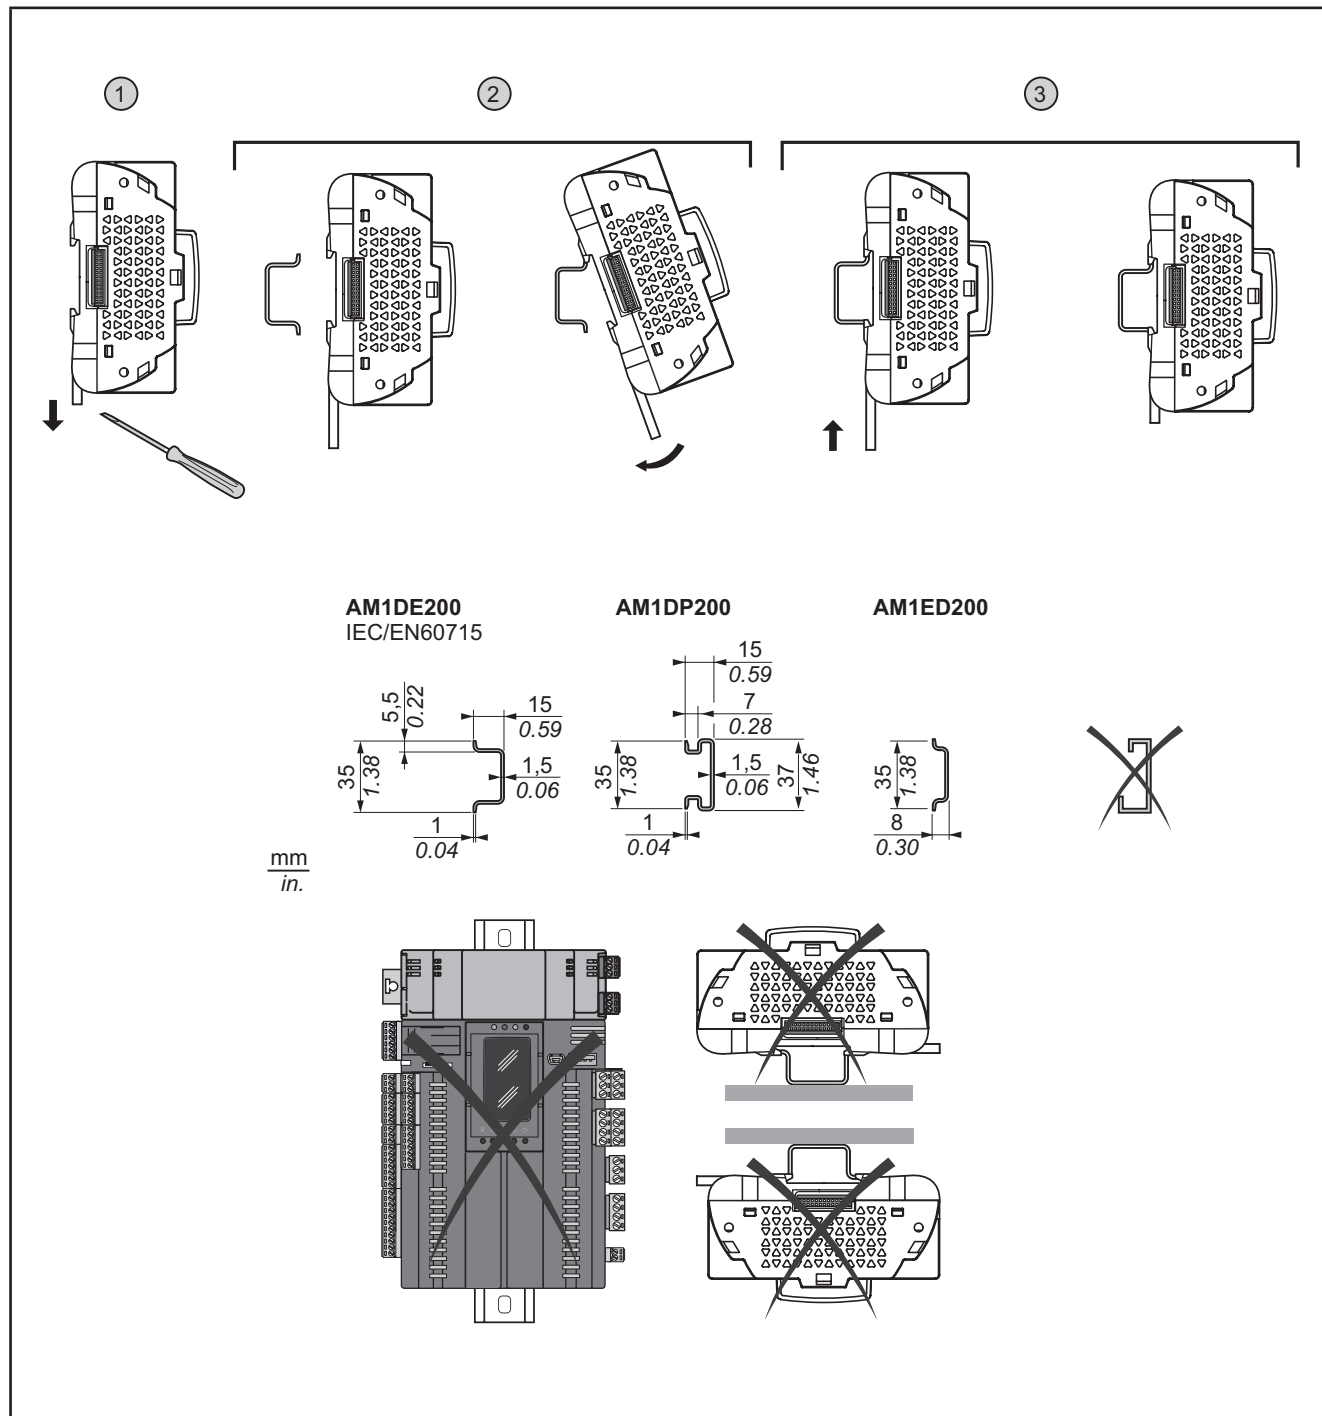
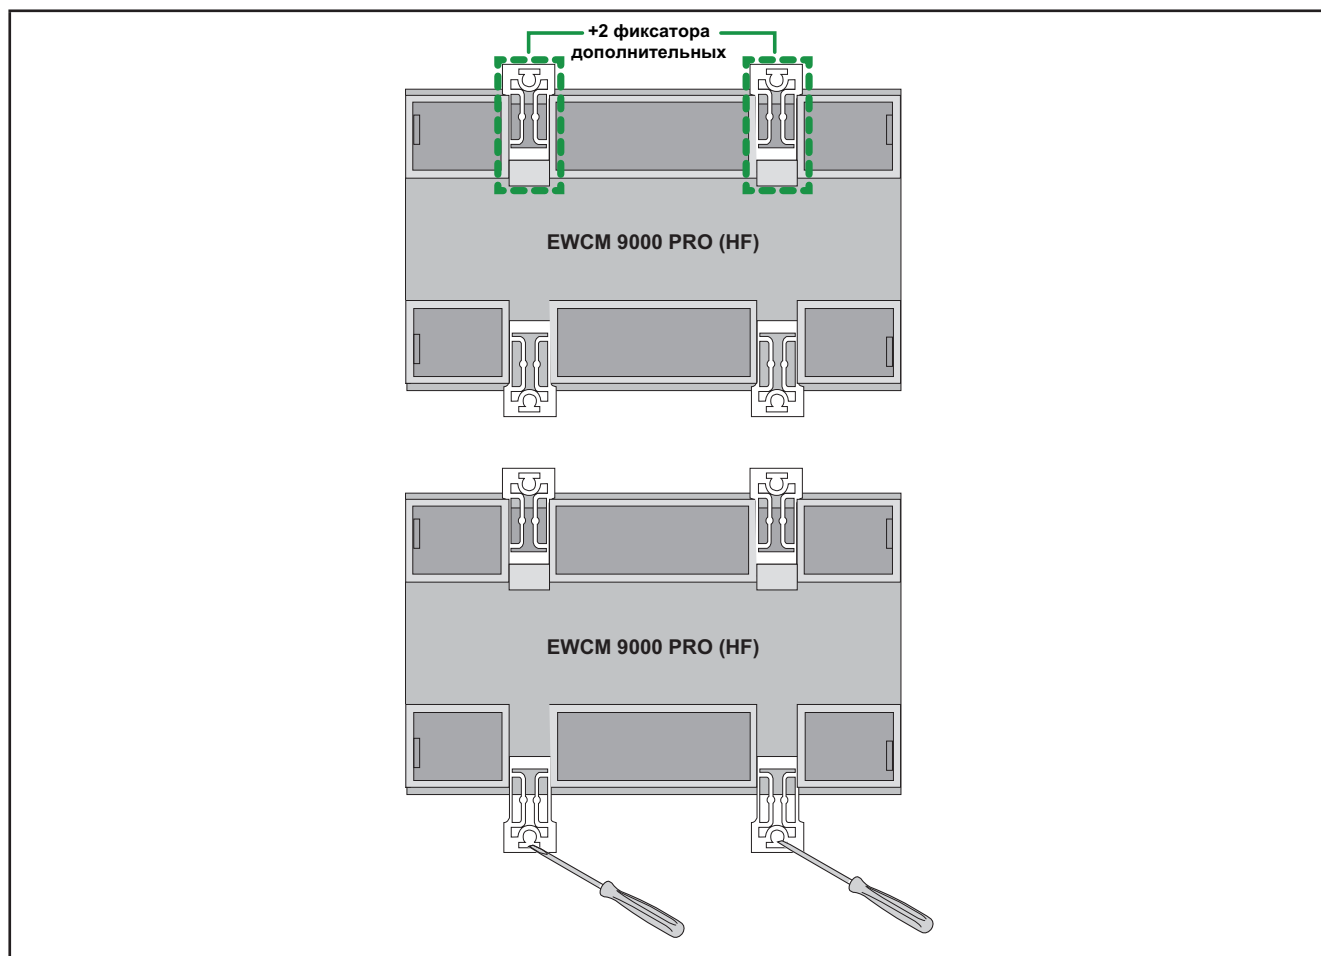
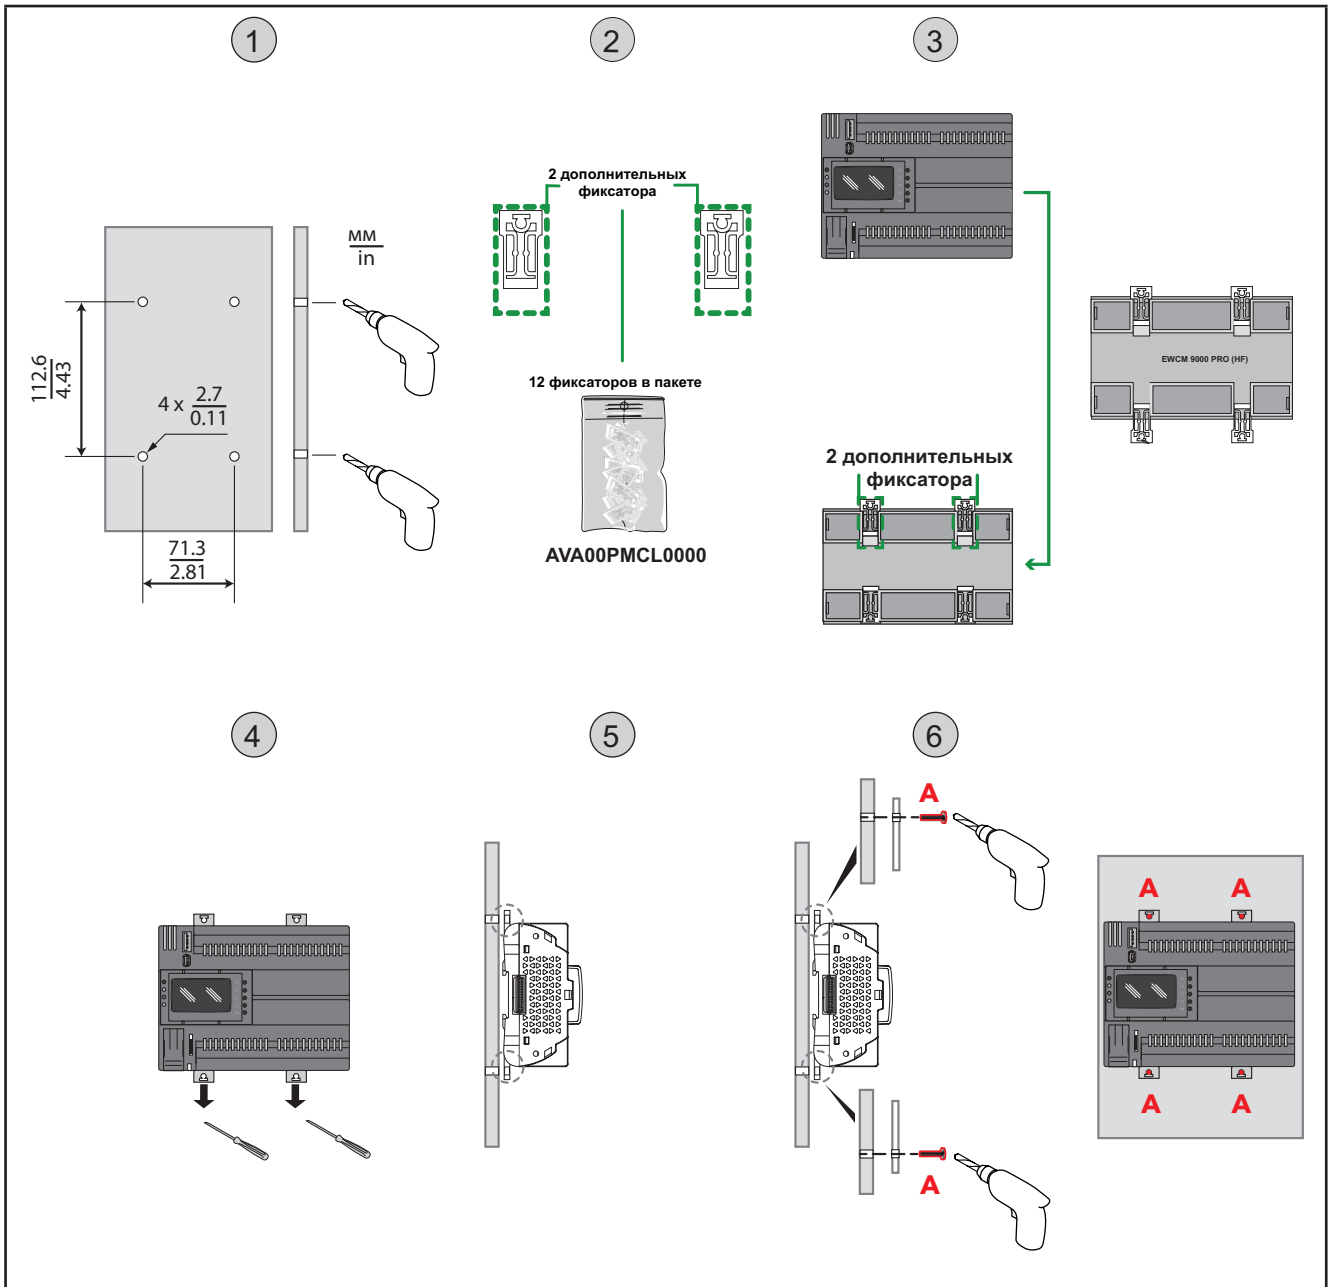

Рис. 5. Установка EWCM 9000 PRO (HF) на DIN рейку
Рис. 12. Использование фиксаторов для установки на панель
Рис. 13. Установка EWCM 9000 PRO на панель
Инструмент устанавливается на рейку формата 8DIN (смотрите Рис. 5 на странице 21 и Рис. 12 на странице 26).
Контроллер допускает установку и на панель (см. Рис. 12 на странице 26 и Рис. 13 на странице 27).
1. Просверлите в панели 4 отверстия по предлагаемому шаблону (см. Рис.Рис. 13 на странице 27).
3. Установите дополнительные фиксаторы в верхнюю часть дна корпуса **EWCM 9000 PRO (HF)**.
5. Совместите открытые фиксаторы **EWCM 9000 PRO (HF)** с отверстиями, просверленными в панели.
6. Закрепите контроллер **EWCM 9000 PRO (HF)** на панели с помощью шурупов.